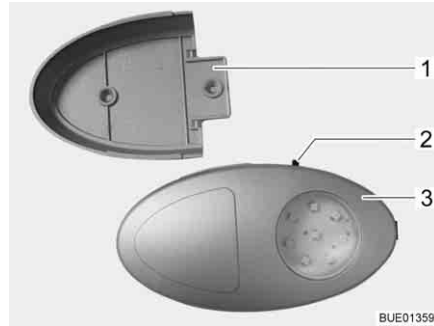

Bild 47 Kleiderschrankleuchte
- ▷ Die Kleiderschrankleuchte kann aus der verschraubten Halterung (Bild 47,1) herausgezogen und als Taschenlampe verwendet werden.
Der Ein-/Ausschalter (Bild 47,2) ist direkt an der Kleiderschrankleuchte (Bild 47,3) angebracht.